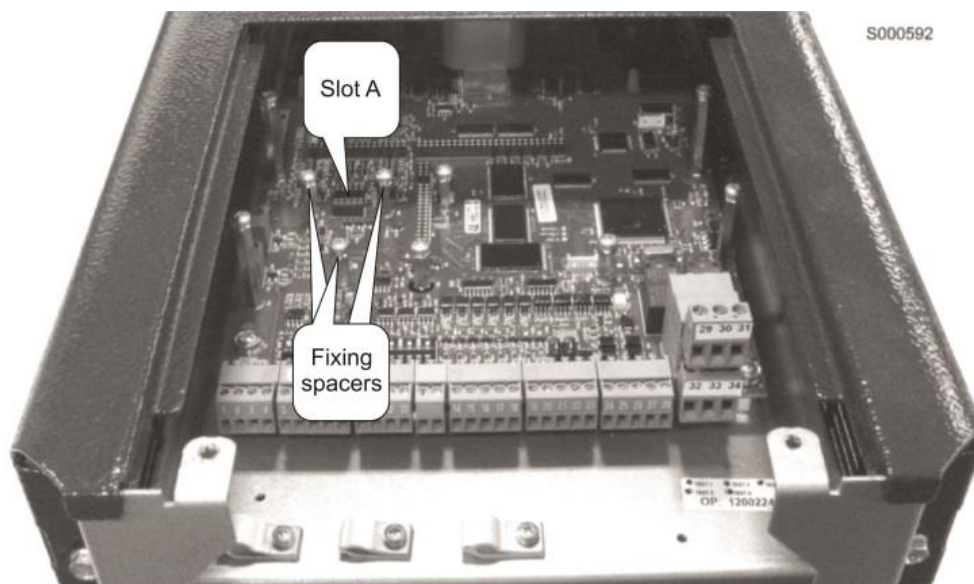

Figura 77: Posizione dello slot A all'interno del coperchio morsettiera Inverter
3. Rimuovere il coperchio di protezione della morsettiera dell'inverter agendo sulle due viti frontali nella parte bassa del coperchio. Risulta così accessibile lo slot A della scheda di controllo sul quale va installata la scheda ES860 come visibile in Figura 77.